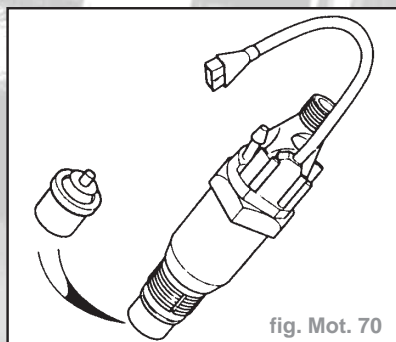

fig. Mot. 70
- Désassembler le gicleur avec le pointeau de l'injecteur (fig. Mot. 70).